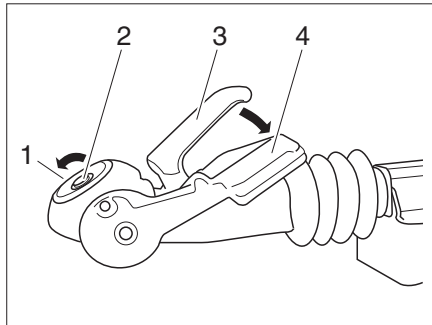

Fig. 1 Attelage de sécurité AKS 1300
- Tirer la poignée d'attelage (Fig. 1,3) vers le haut.
- Appuyer avec la main (et non le pied) sur la poignée d'attelage (Fig. 1,3).
- Pousser la molette de réglage (Fig. 1,1) vers la droite jusqu'à ce qu'elle se verrouille de manière perceptible.
- Effectuer un contrôle visuel: Le cylindre vert de l'indicateur de sécurité (Fig. 1,2) doit être visible.
- Activer l'installation du dispositif de stabilisation. Pousser à cet effet le levier de stabilisation (Fig. 1,4) vers le bas jusqu'à la butée.